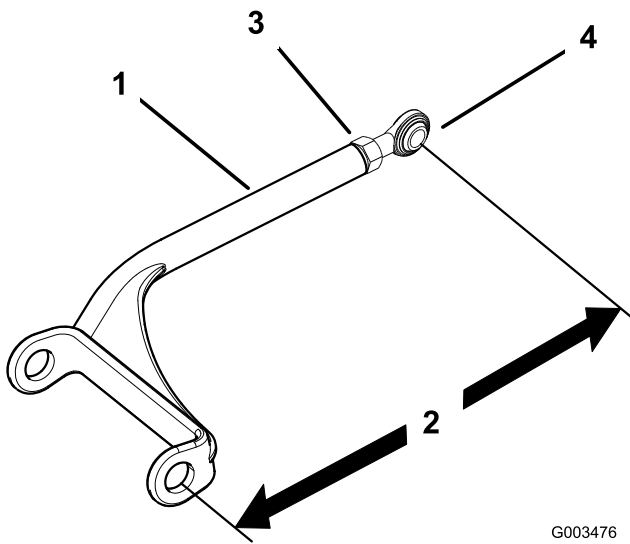

Figura 47
1. Afloje la contratuerca y gire la articulación esférica en el sentido contrario a las agujas del reloj, una vuelta cada vez (Figura 47).
- Ajuste cada lado en la misma cantidad. Cada brazo de empuje debe tener una longitud de 384 mm (15-1/8 pulg.) (Figura 47).